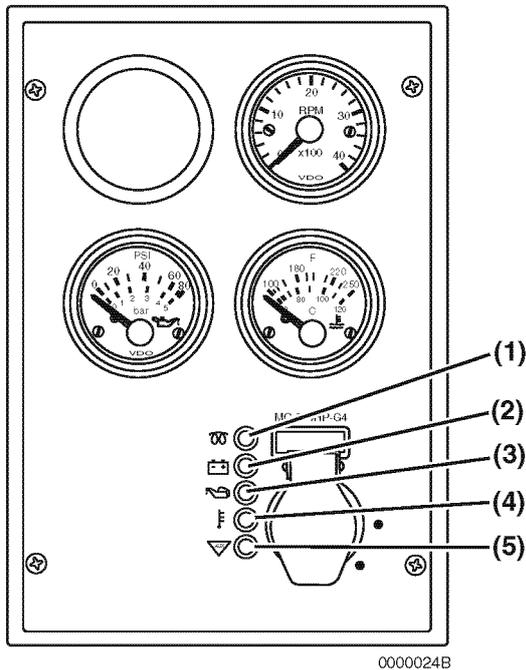
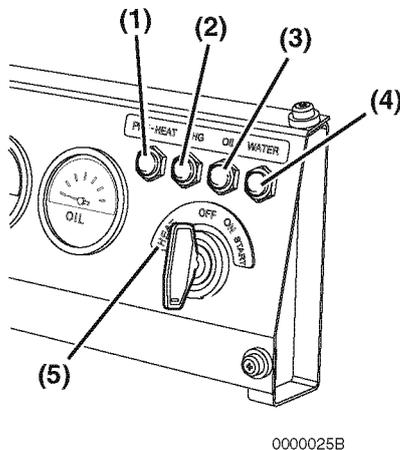

Abbildung 9
Abbildung 10
Anzeige HEAT (ERWÄRMEN)(Abbildung 9, (1)) - Die Funktion PRE-HEAT (VORGLÜHEN) wird automatisch aktiviert, wenn der Schlüsselschalter in die Stellung ON (EIN) gedreht wird. Die Anzeige blinkt einige Sekunden (4 Sek. bei IDI-Modellen mit Glühkerzen, 15 Sek. bei DI-Modellen mit Glühkerzen oder Luftheizer); wenn sie ausgeht können Sie den Schlüsselschalter auf START drehen.
Anzeige HEAT (ERWÄRMEN) (Abbildung 10, (1)) - Beachten Sie, dass Sie bei dieser Ausführung den Schlüssel auf die Stellung HEAT (ERWÄRMEN) (**Abbildung 10, (5)**) drehen müssen, um den Ansaugluftheizer oder die Glühkerzen zu aktivieren. Die Anzeige blinkt einige Sekunden (4 Sek. bei IDI-Modellen mit Glühkerzen, 15 Sek. bei DI-Modellen mit Glühkerzen oder Luftheizer), wenn Sie den Schlüssel auf HEAT (ERWÄRMEN) stellen und wenn sie ausgeht können Sie den Schlüssel auf START drehen.
Batterieladezustand (Abbildung 9, (2)) oder (**Abbildung 10, (2)**) - Diese Anzeige leuchtet bei einem Fehler im Ladesystem auf. Diese Anzeige spricht nicht beim Entladen der Batterie an. *Siehe Störungsbehebung Diagramm auf Seite 98.*
Öldruck (Abbildung 9, (3)) oder (**Abbildung 10, (3)**) - Diese Anzeige leuchtet bei Über- oder Unterschreiten der Öldruckgrenzwerte auf. *Siehe Störungsbehebung Diagramm auf Seite 98.*
Kühlmitteltemperatur (Abbildung 9, (4)) oder (**Abbildung 10, (4)**) - Diese Anzeige leuchtet bei Überschreiten der Kühlmitteltemperaturgrenzwerte auf. *Siehe Störungsbehebung Diagramm auf Seite 98.*
Zusatz (Abbildung 9, (5)) - Für Sonderanwendungen.